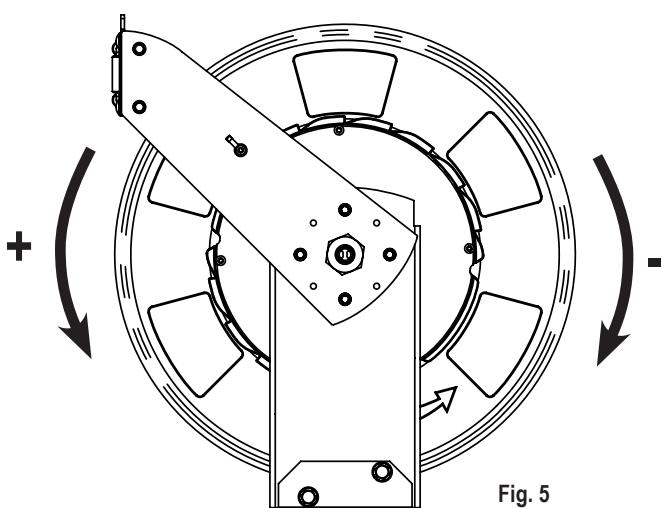

Fig. 5
- Start to rewind the hose, turning the spool manually until the hose is completely wound around the spool (the power spring still will be with no tension). Apply the pre-tension a maximum of 4 turns to the power spring by turning the spool in positively direction as shown in (fig. 5). Do not apply more than 4 pre-tension turns, the power spring could be damaged.
- Börja linda på slangen på trumman genom att manuellt snurra trumman tills slangen är helt upprullad (fjädern fortfarande obelastad). Förspänna sedan trumman genom att snurra den medsols fyra varv (fig. 5). Förspänna inte mer eftersom fjädern kan skadas..
- Comience a recoger la manguera girando el tambor manualmente hasta que quede enrollada totalmente (el resorte deberá seguir neutro). Aplique entonces un máximo de 4 vueltas de pretensión al resorte en sentido positivo según (fig. 5). No se debe aplicar más pretensión de la indicada pues el resorte podría resultar dañado.
- Apply the pre-tension to the power spring by turning the spool in positively direction as shown in (fig. 5). Do not apply more than a maximum of 4 pre-tension turns, the power spring could be damaged.
- Förspänna sedan trumman genom att snurra den medsols max fyra varv (fig. 5). Förspänna inte mer eftersom fjädern kan skadas.
- Aplique un máximo de 4 vueltas de pretensión en sentido positivo según (fig. 5). No se debe aplicar más pretensión de la indicada pues el resorte podría resultar dañado.
- Turn the spool to increase or decrease the power spring (fig. 5).
- Snurra på trumman för att öka eller minska fjäderspänningen enligt (fig. 5).
- Haga girar el tambor para incrementar o disminuir la tensión según (fig. 5).